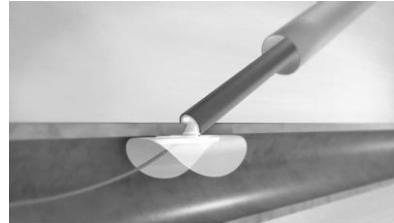

Bild 13. Placering av tamponad, implantat placerat intill arteriotomin.
- b. Fortsätt att dra tillbaka anordningen ytterligare 1,5 graderingar (dvs. 3,5 graderingar totalt). Vid denna punkt ska ett lätt taktilt motstånd känna till följd av att implantatet har förankrat sig självt inuti artärväggens lumen. Detta indikerar tamponadens placering, och implantatet har nu kontroll över blödningen från arteriotomin. Bild 13.